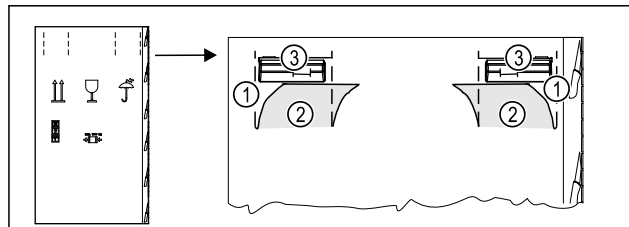

Fig. 6
- ▶ Verpackungskarton oben an der Perforierung Fig. 6 (1) eindrücken.
- ▶ Eingedrückte Laschen Fig. 6 (2) herausziehen.
- ▶ Tragegriff Fig. 6 (3) rechts und links ist sichtbar.
- ▶ Gerät an den Tragegriffen Fig. 6 (3) halten.